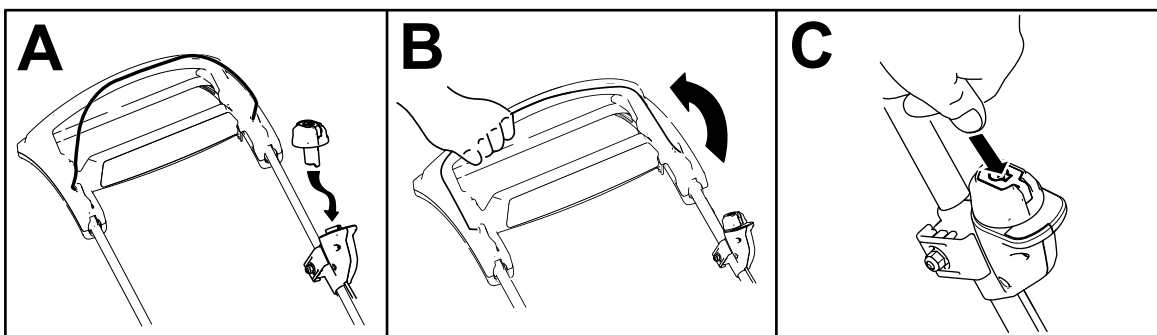

Figure 10
2. Insérez le bouton de démarrage électrique dans le commutateur de démarrage électrique (A de Figure 10).
3. Serrez et maintenez la barre de commande de la lame contre le guidon (B de Figure 10).
4. Maintenez le bouton de démarrage électrique enfoncé jusqu'à ce que le moteur démarre (C de la Figure 10).